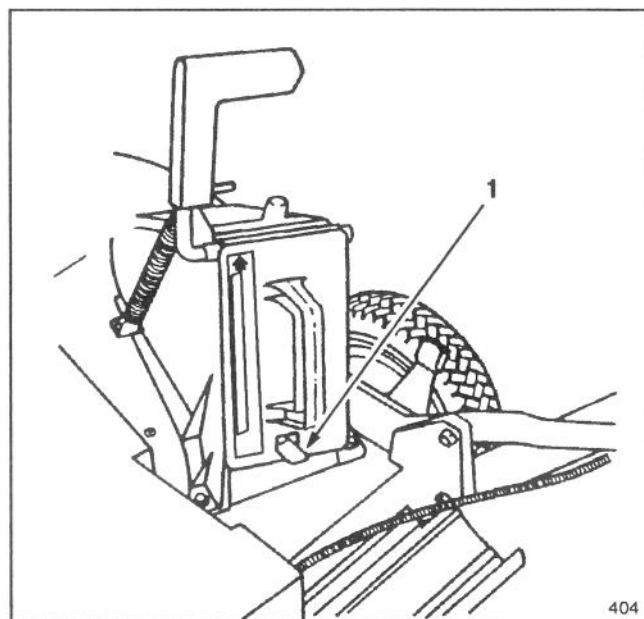

Figure 3
3. Engager l'obturateur à fond jusqu'à ce que le loquet à ressort du bas de l'obturateur s'encliquette, assujettissant fermement ce dernier dans le conduit de l'éjecteur (Fig. 3). Relâcher la poignée de la porte de l'éjecteur pour verrouiller le haut de l'obturateur.